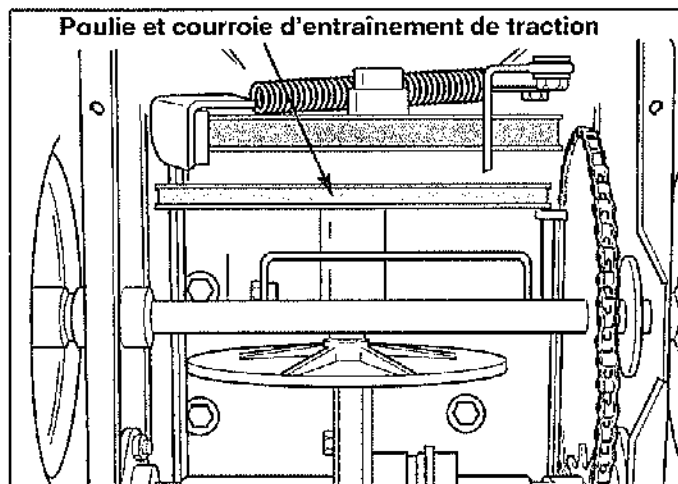

Figure 28. Poulie d'entraînement de traction (Couvercle inférieur retiré pour plus de clarté)
4. Glisser la courroie hors de la poulie de traction (voir Figure 28) et sortir la courroie de la machine entre la poulie de la vis sans fin et la poulie de traction (le couvercle inférieur n'a pas besoin d'être retiré pour cette étape).